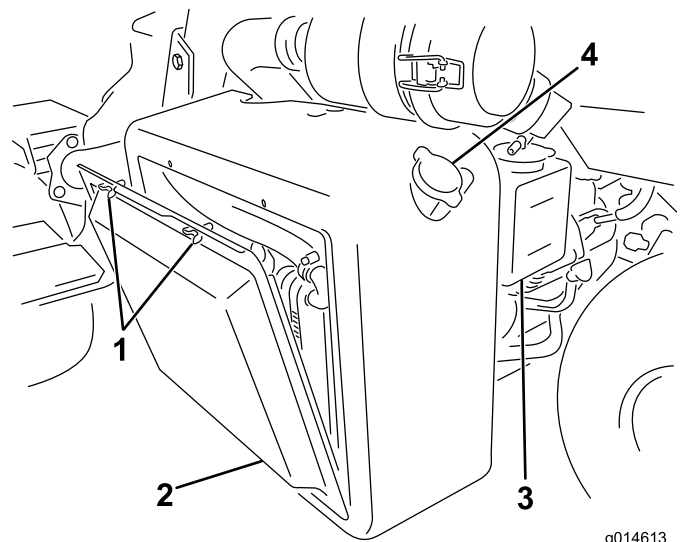
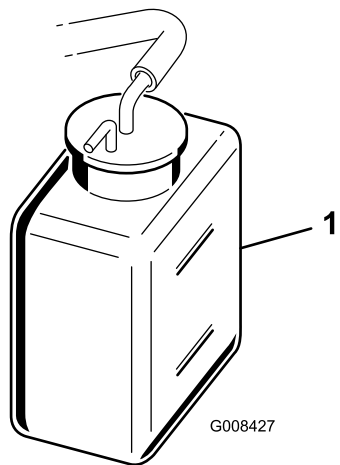

Figura 56
Figura 57
1. Retire la rejilla del radiador (Figura 56).
2. Compruebe el nivel de refrigerante (Figura 56 y Figura 57).